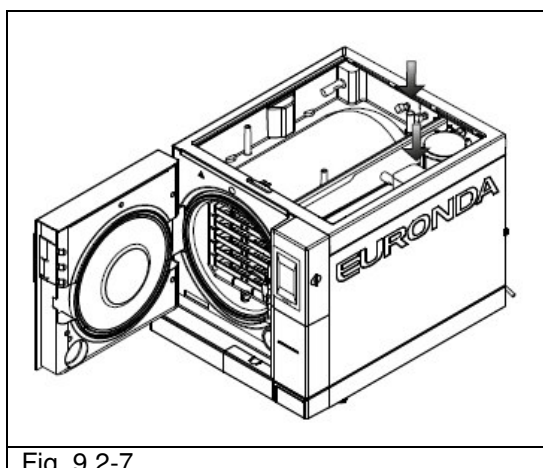

Fig. 9.2-7
6. Détacher les filtres dans le réservoir de l'eau propre et de l'eau usée (Fig. 9.2-7), éliminer les incrustations éventuelles en les rinçant à l'eau courante, puis remettre les filtres dans le réservoir en veillant à les placer correctement.